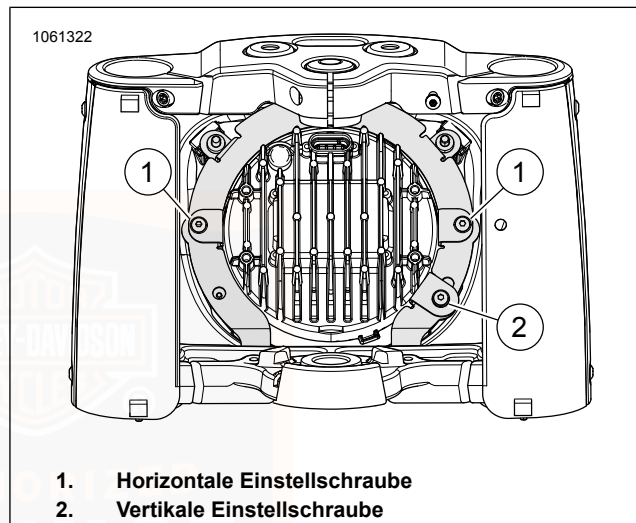

Abbildung 82. Scheinwerfereinstellung
1. Siehe Abbildung 82. Die horizontale Einstellschraube (1) drehen. Den Scheinwerfer horizontal ausrichten, bis der Lichtstrahl gerade nach vorne zeigt.
2. Die vertikale Einstellschraube (2) drehen. Den Scheinwerfer vertikal so weit neigen, bis der Strahl auf der Mitte der horizontalen Linie liegt.